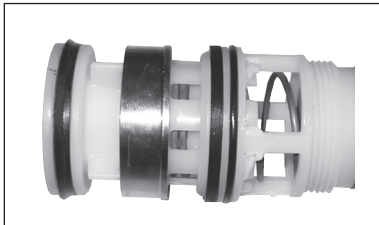

Abb. 6
8. Überprüfen Sie die Patrone auf Verschmutzungen. Die Reinigung sollte mit klarem Wasser durchgeführt werden (Abb. 6).